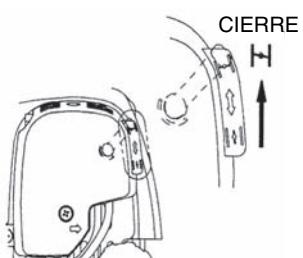

Figura 3
- (4) Levante la palanca del choque hasta la posición cerrada (Figura 3).
- (5) Sujete el mango principal con la mano izquierda para evitar que el motor se mueva.